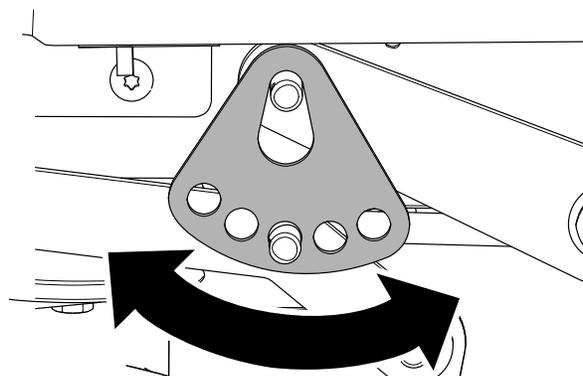

Рисунок 68
7. Поверните пластину высоты скашивания для совмещения с другим отверстием так, чтобы она выдерживала вес деки газонокосилки после того, как вы установите ее (Рисунок 68).
8. Установите шайбу и шплинт (Рисунок 68).